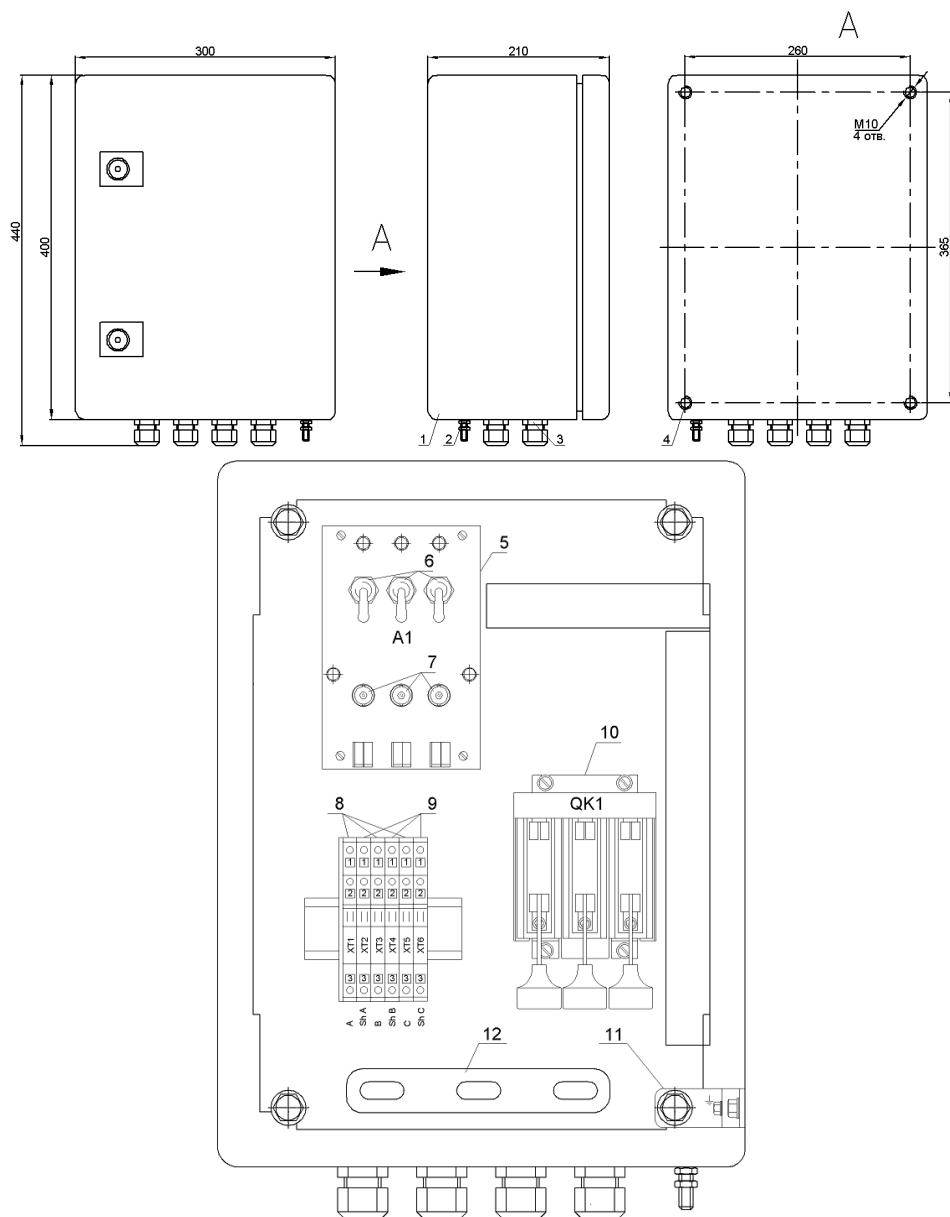

Рисунок 2.
1. Смонтировать шкаф на объекте за монтажные отверстия (поз. 4, рисунок 2) в задней стенке шкафа.
В стандартном режиме работы «УП-500» переключатели (поз. 6, рисунок 2) ( ↔ tg δ/ЧР) находятся в верхнем положении (режим заземления измерительных выводов).